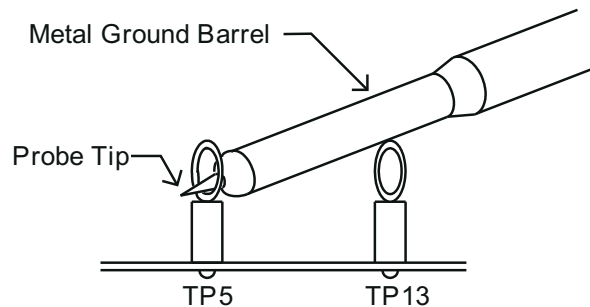

图 6-1. 输出纹波测量 - 使用 TP5 和 TP13 的尖端和接地筒
3. 将示波器探头尖端穿过 TP5 并将接地筒靠在 TP13 上，如图 6-1 所示。对于免手动方法，可以切割并打开 TP13 中的环路以支撑探头筒。必须从这些测试点移除 V2，以便连接示波器。
7. 将信号发生器设置为 360kHz 并按照图 6-1 中所示设置脉冲形状。